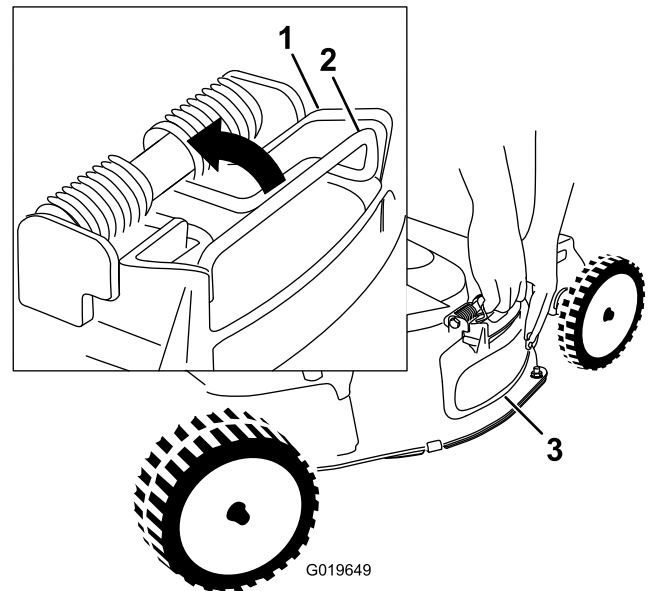

Bild 25
4. Ziehen Sie zum Entfernen der Seitenauswurfklappe die Feder nach oben, mit der die Klappe befestigt ist, und nehmen Sie die Klappe ab (**Bild 25**).